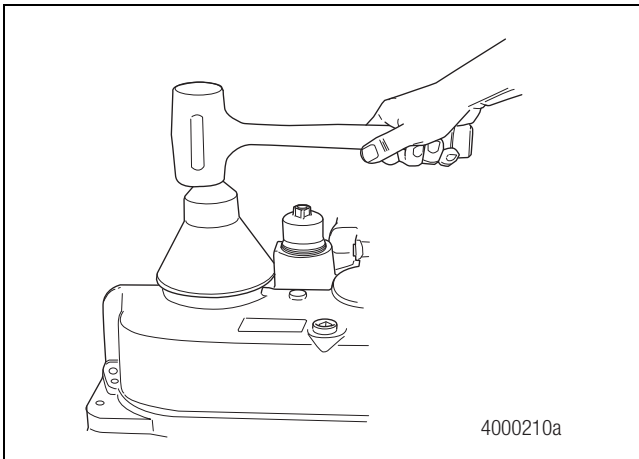

Figure 6.36
1. Installer la bague d'étanchéité de l'arbre de sortie avant en utilisant le mandrin de pose approprié. Enfoncer la bague bien à fond dans le carter. Figure 6.36.